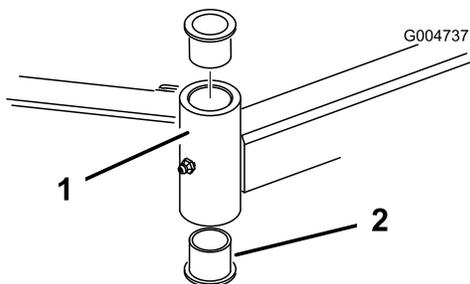

Figure 31
4. Insérez un chasse-goupille dans le haut ou le bas du tube de montage et chassez la bague hors du tube (Figure 31). Chassez ensuite l'autre bague. Nettoyez l'intérieur des tubes de montage.